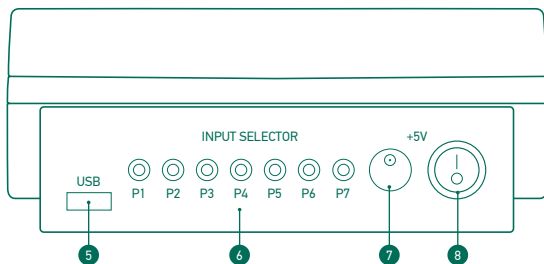

Рис. 9 Вид сзади
2. Включить тумблер питания «+5V» (№8 на Рис. 9). При этом на панели управления «SELECTOR» включится дисплей.